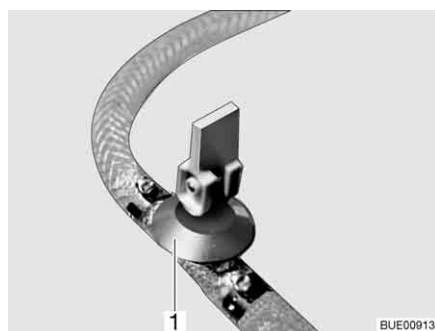
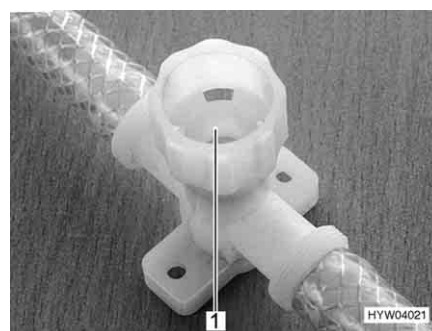

Fig. 241 Robinet de vidange (avec levier à bascule)
Fig. 242 Robinet de vidange (avec capuchon tournant)
- Ouvrir tous les robinets de vidange. Placer pour ce faire le levier à bascule (Fig. 241,1) à la verticale ou faire tourner le capuchon du robinet de vidange (Fig. 242,1) dans le sens inverse des aiguilles d'une montre.